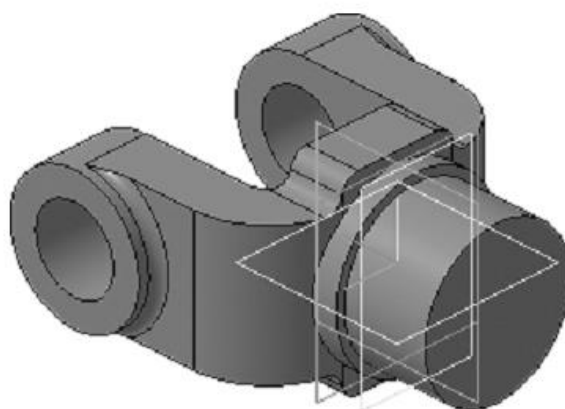

Рисунок 38.
11. Нажмите кнопку Создать объект (рис. 38).